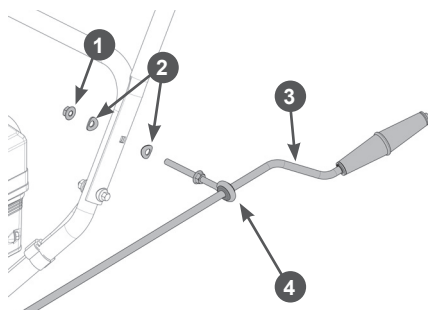

Рис. 13. Установка рычага управления поворотом желоба (сторона рукоятки)
- Вставьте опорный кронштейн рычага в свободное отверстие на рукоятках, как показано на Рис. 13 и закрепите его с помощью гнутых шайб М8 и гаек М8, не затягивая гайку.